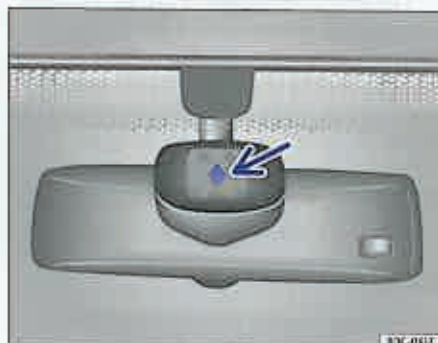

Fig. 50 Suprafața sensibilă a senzorului de ploaie.
LED-urile din interiorul senzorului emit o lumină infraroșie invizibilă, reflectată de exteriorul parbrizului și măsurată de fotodiode ⇒ pagina 74, fig. 50" (săgeata). Dacă lumina ajunge nestingherită înapoi la fotodiodă, parbrizul este uscat. O peliculă de apă sau picăturile de pe parbriz întrerup lumina transmisă, iar fotodioda măsoară o pierdere de lumină, ceea ce acționează sistemul electronic al ștergătoarelor. Deoarece aceste măsurări se produce permanent, sistemul electronic poate acționa în mod optim intervalele de ștergere.
- Lamelele ștergătoarelor deteriorate - o peliculă de apă depusă pe suprafața senzitivă ⇒ pagina 74, fig. 50" a senzorului de ploaie din cauza lamelelor deteriorate poate determina prelungirea duratei de funcționare, scurtarea considerabilă a intervalelor dintre ștergeri sau trecerea la ștergerea continuă.
- Insectele – apariția insectelor pe suprafața sensibilă ⇒ pagina 74, fig. 50" a senzorului de ploaie determină declanșarea ștergerii.
- Murdăria – praful uscat, ceara, depunerile de pe parbriz (efectul de lotus), resturile de substanțe de spălare pe suprafața sensibilă ⇒ pagina 74, fig. 50", pot determina o insensibilitate a senzorului de ploaie, la reacționarea prea târzie sau prea înceată a acestuia.
- Fisură în parbriz – o lovitură de piatră pe suprafața sensibilă ⇒ pagina 74, fig. 50" declanșează un ciclu de spălare, dacă senzorul de ploaie este activat. Apoi, senzorul de ploaie recunoaște diminuarea suprafeței sensibile și se reglează în funcție de aceasta. În funcție de mărimea loviturii de piatră, comportamentul senzorului se modifică.